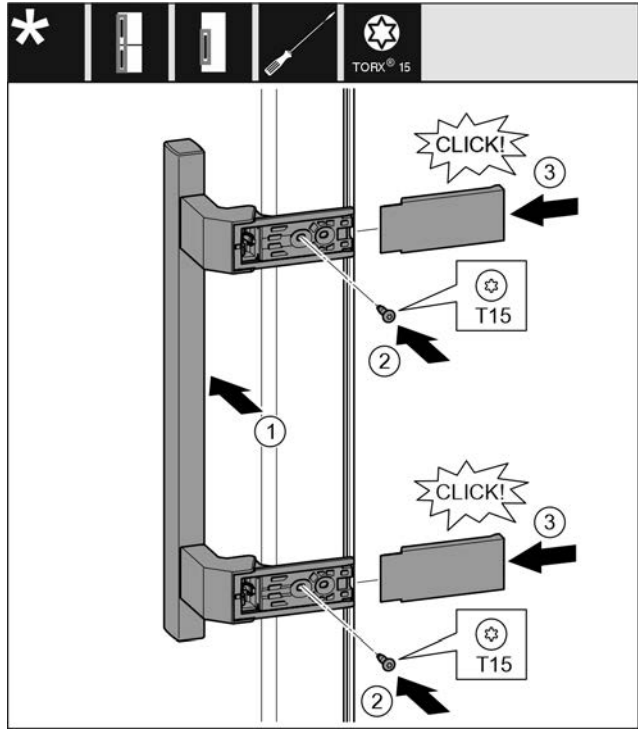

Fig. 18
- ▶ Установите ручку на противоположной стороне. *Fig. 18 (1)*
- ▶ Затяните винты отверткой T15. *Fig. 18 (2)*
- ▶ Установите крышки сбоку и надвиньте их. *Fig. 18 (3)*